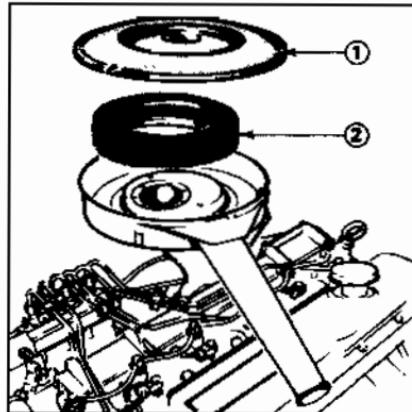

Fig. 12 Luftfilter med papirelement
1. Ta øverste deksel av luftfilteret og ta papirelementet ut (fig. 12). Rist det og sett det tilbake på plass. Skift ut om påkrevd.